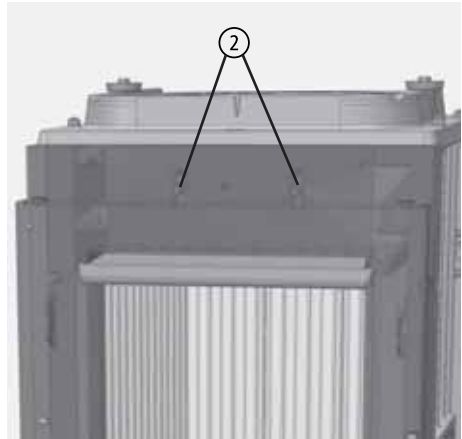

Abb. 2.60 Lösen des Luftleiters
- ① Die Umlenkungen entnehmen (siehe „Aus- und Einbau der Feuerraumauskleidung“ auf Seite 78),
- ② die Schrauben des Luftleiters lösen (2 Sechskant-Schrauben, SW 13 mm) - vom Brennraum aus erreichbar (Abb. 2.60),
- ③ den Luftleiter in der Höhe verstellen - der resultierende Luftspalt wird größer, wenn der Luftleiter tiefer eingestellt wird,
- ④ die Schrauben wieder anziehen.